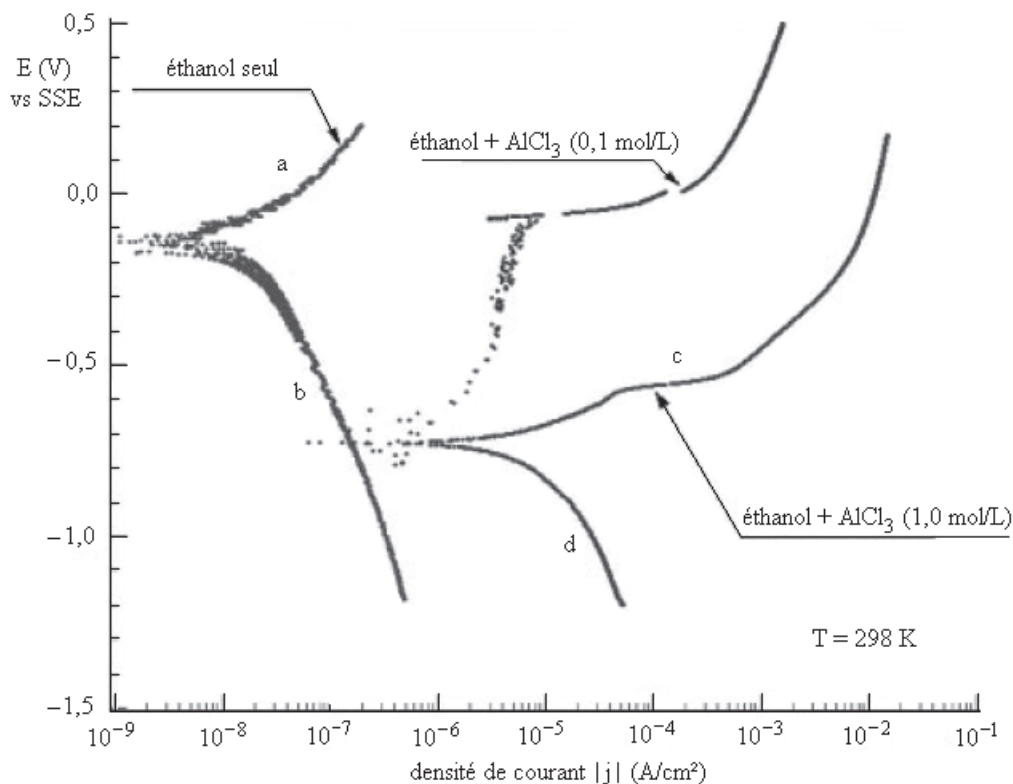

FIGURE 3 – Courbes de polarisation obtenues à 298 K pour des solutions de différente concentration en chlorure d'aluminium.
**Q16** Schématiser le montage électrique qui a servi à réaliser les courbes de polarisation données figure 3. Quel est le rôle de l'électrode de platine (aussi appelée contre-électrode) ?
Sur l'axe des abscisses de la figure 3 est reportée la valeur absolue de la densité de courant  $j$  (en  $A \cdot cm^{-2}$  selon une progression logarithmique) tandis qu'en ordonnées, figure le potentiel de l'électrode de travail (en V) mesuré par rapport à l'électrode argent/chlorure d'argent (notée SSE).
**Q17** Pour chacune des parties de courbes repérées par les lettres a, b, c et d sur la figure 3, indiquer s'il s'agit d'une partie anodique ou cathodique et préciser les couples mis en jeu.